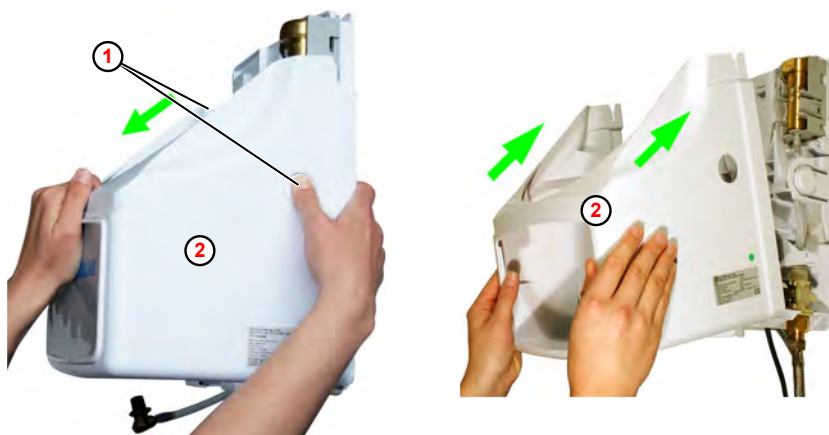

Fig. 15: Smontaggio/montaggio copertura (esempio EcoPlus S)
1. ➤ Premere entrambi i pulsanti (Fig. 15 , ①) dall'alloggiamento (a destra e a sinistra).
2. ➤ Rimuovere l'alloggiamento ② dal davanti.